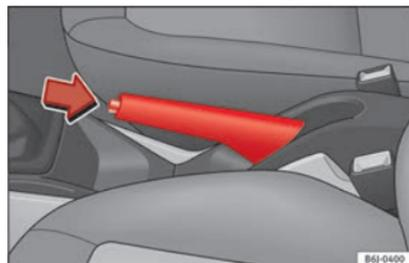

Fig. 157 Travão de mão entre os bancos dianteiros.
– Puxe com força para cima a alavanca do travão de mão » Fig. 157.
– Puxar a alavanca um pouco para cima, pressionar o botão de desbloqueio no sentido da seta » Fig. 157 e fazer descer completamente a alavanca » .